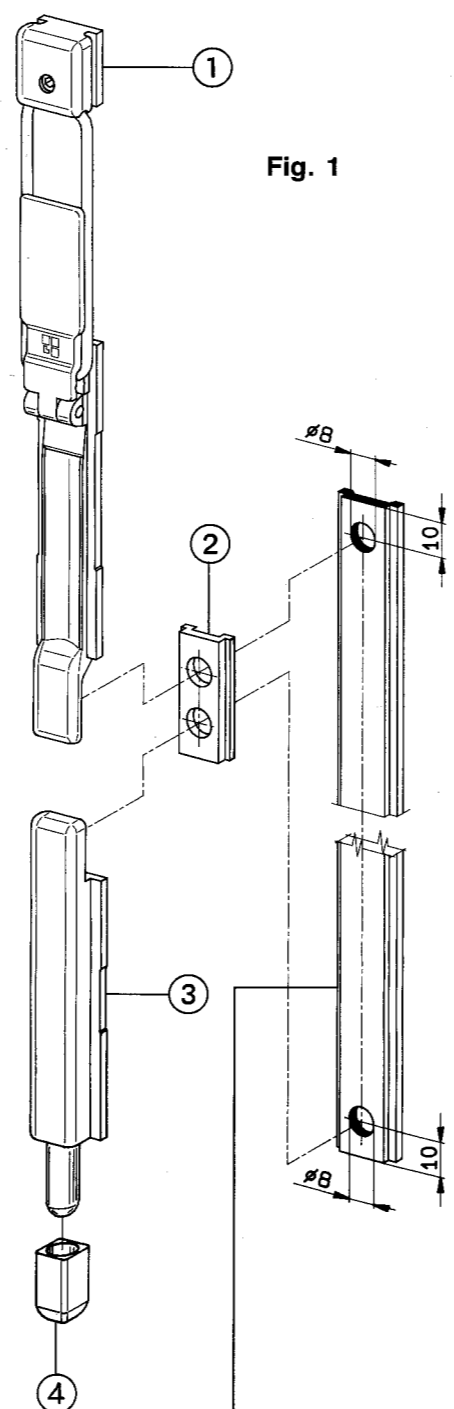
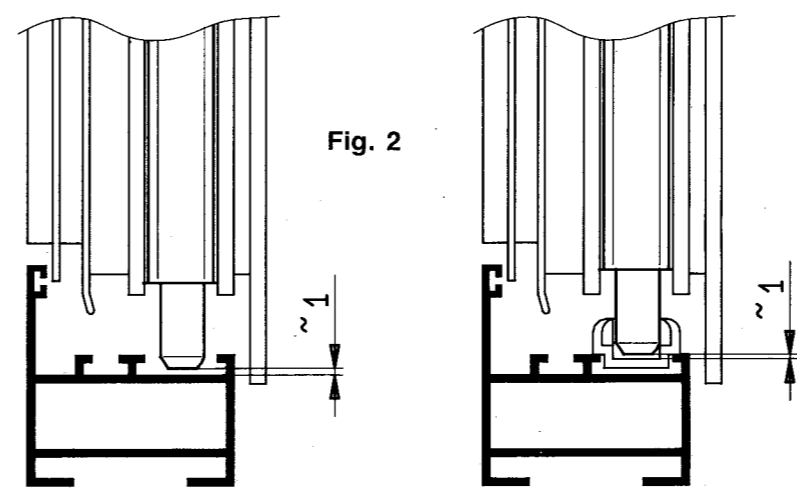

Fig. 1
Fig. 2
1) Inserire il gruppo corsoio (1) in posizione di chiusura catenaccio (leva di movimentazione rivolta verso l'alto come fig. 1) nella pista del montante dell'anta apribile, il piastrino di collegamento (2) ed il gruppo puntale (3) con la boccolla (4) già montata sul puntale in acciaio (fig. 1).
2) Posizionare il catenaccio in modo tale che la boccolla (4) si trovi a circa 1 mm. dal fondo dell'incontro o dal traverso inferiore o superiore del telaio fisso della finestra (fig. 2), quindi fissarlo all'anta tramite l'apposito grano con una chiave esagonale ch. 2,5.
3) Regolare la tirata del catenaccio nell'incontro agendo sulla boccolla eccentrica (4) a due posizioni in dotazione.
4) È possibile ottenere il prolungamento del catenaccio utilizzando al posto del piastrino di collegamento (2), tra gruppo puntale (3) e gruppo corsoio (1), le astine della serie della lunghezza voluta (fig. 1).
1) Insérer la coulisse (1) en position de fermeture du verrou (levier de déplacement tourné vers le haut comme su la fig. 1) dans le montant du vantail d'ouverture, la plaque d'assemblage (2) et le groupe de l'embout (3) après avoir monté la butée au sol (4) sur l'embout en acier (fig. 1).
2) Positionner le verrou de façon à ce que la butée au sol (4) se trouve à environ 1 mm. de l'extrémité de la plaque ou de la traverse inférieure ou supérieure du châssis fixe de la fenêtre (fig. 2), puis tixer sur le vantail avec la vis sans tête correspondante au moyen d'une clé hexagonale ch. 2,5.
3) Régler le verrou en manoeuvrant la butée excentrique (4) à deux positions incluses dans l'équipement.
4) Il est possible d'allonger le verrou en utilisant à la place de la plaque d'assemblage (2), entre l'embout (3) et la coulisse (1), les tiges de la série de la longueur voulue (fig. 1).
1) Fit the slideway unit (1) in the flush bolt closed position (operating lever turned upwards as in fig. 1) into the slideway of the riser of the opening wing, the connecting plate (2) and the shoe unit (3) with the bush (4), already fitted onto the steel shoe (fig. 1).
2) Place the flush bolt so that the bush (4) is about 1 mm. from the base of the striker or from lower of upper cross piece of the fixed window frame (fig. 2), then fix it to the wing using the special grub screw with an Allen key ch. 2,5.
3) Regulate the travel of the flush bolt in the striker by adjusting the eccentric bush (4) with two positions supplied.
4) The flush bolt can be extended using standard rods of the required length in place of the connecting plate (2) between shoe unit (3) and slideway unit (1) (fig. 1).
1) Introducir el grupo cursor (1) en posición de cierre pasador (palanca de movimiento dirigida hacia arriba como ilustra la fig. 1) en la pista del montante de la hoja que se abre, la placa de conexión (2) y el grupo puntal (3) con el casquillo (4) ya montado en el puntal de acero (fig. 1).
2) Colocar el pasador de manera que el casquillo (4) se encuentre a 1 mm. aproximadamente del fondo del encuentro o del travesaño inferior o superior del bastidor fijo de la ventana (fig. 2), después fijarlo a la hoja con la correspondiente tuerca mediante una llave hexagonal de 2,5 mm.
3) Regular la colocación del pasador en el encuentro mediante el casquillo excéntrico (4) en dotación de dos posiciones.
4) Es posible obtener la prolongación del pasador utilizando, en lugar de la placa de conexión (2), entre el puntal (3) y el cursor (1), la pletina de la serie con la longitud deseada (fig. 1).